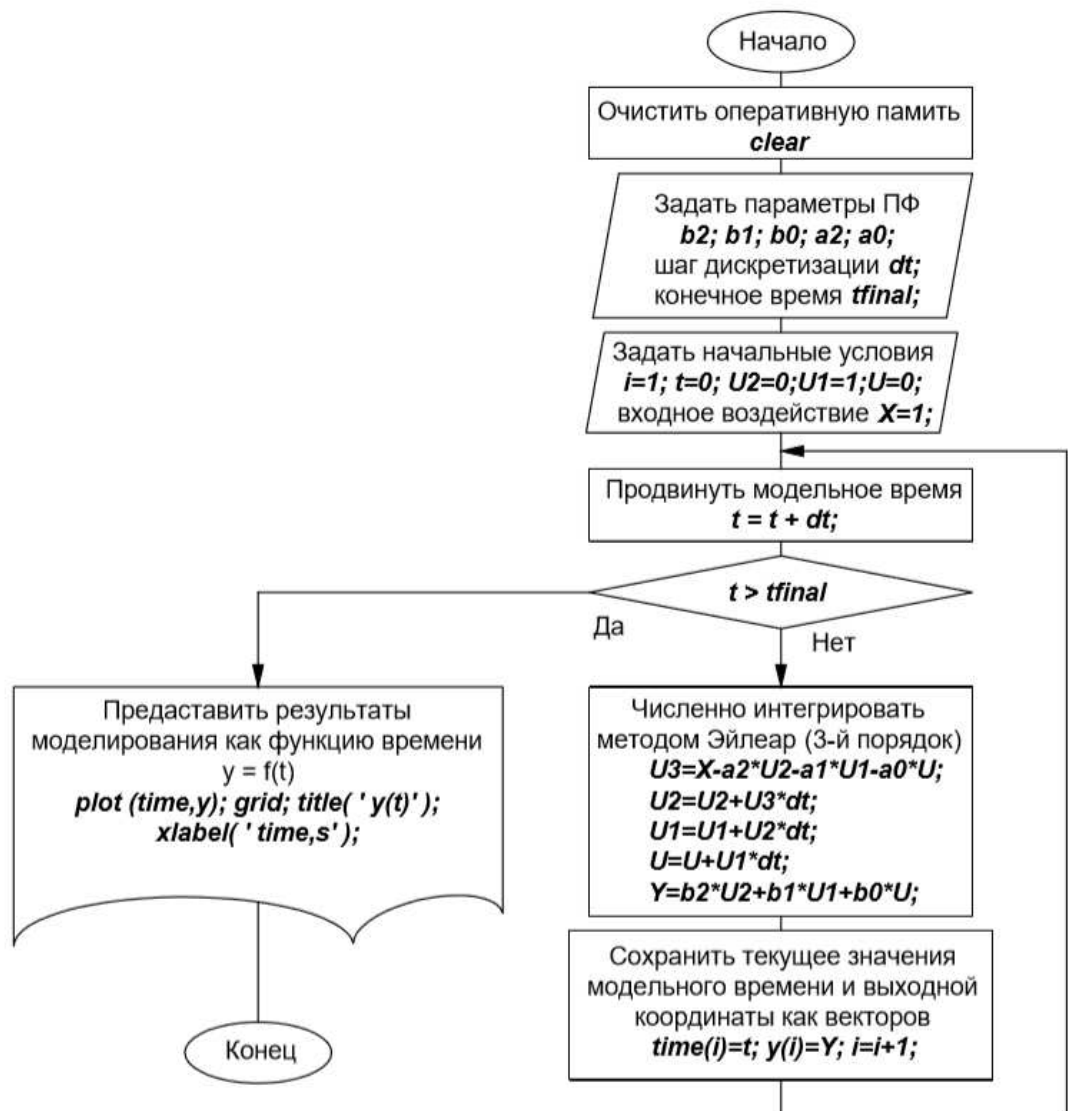

Рис. 13.2 Блок-схема цифрового моделирования системы с передаточной функцией (13.3) численным методом Эйлера
3. Приближенно найти значение выходной координаты  $Y(t)$  на заданном отрезке времени  $(t_0, t)$ , для чего необходимо выполнить выражения (13.10) и (13.11) в цикле по времени на отрезке  $(t_0, t)$  с заданным шагом дискретизации  $\Delta t$  (см.рис.13.2).
8. Следуя методическим указаниям и алгоритму для передаточной функции 3-го порядка, представленному на рис. 13.2, составить на универсальном языке MATLAB программу цифровой модели для динамической системы, описанной передаточной функцией 4-го порядка